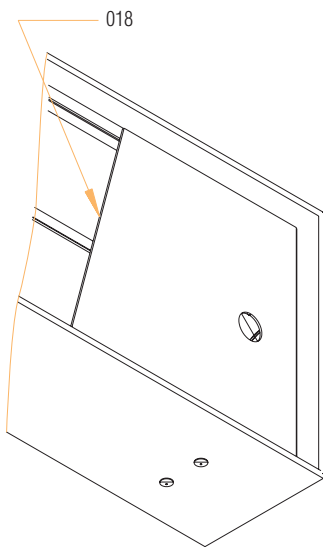

рис. 5
- Если поверхность установки неровная, то рекомендуется использовать винты для установки конвектора по уровню (комплектующая 019). После установки конвектора в нужное положение на требуемую высоту, зафиксируйте его винтами (рис. 1). Рекомендуется использовать тепловую и звуковую изоляцию при установке конвектора в бетон. Конвектор может быть поставлен с тепловой изоляцией (комплектующая 017 - эластоллан s=5мм). Если корпус конвектора размещен непосредственно на бетонной поверхности, то убедитесь, что нагрузка равномерно распределена на всю поверхность, чтобы не было увеличения уровня шума (только для принудительной конвекции). При установке напольного конвектора в бетонные полы, необходимо вставить распорки, чтобы предупредить деформацию корпуса (рис. 2). Для предупреждения деформации и загрязнения решетки, извлеките ее перед монтажом и установите защитное покрытие (комплектующая 018 (рис. 5). Распорки поставляются отдельно от конвектора. Защитная крышка защищает от грязи, но не выполняет функцию распорок. Удалите покрытие и распорки, когда конвектор готов к эксплуатации. Удаление конденсата предусмотрено через патрубок диаметром 16 мм в нижней части поддона внутри корпуса. Дренажный трубопровод, подсоединяемый к патрубку, пропускают через отверстия в торцевой или продольной стенке корпуса (рис. 3).